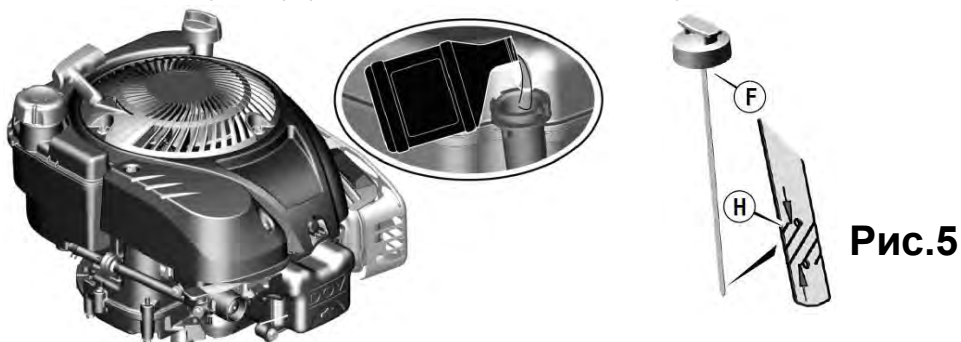

Рис.5
Перед тем, как использовать косилку, каждый раз проверяйте уровень масла и при необходимости необходимо долить моторное масло SAE30. Чтобы проверить уровень масла, просто открутить масляный щуп (F), протрите тряпкой, вставьте и затяните щуп. Выньте щуп и проверьте уровень масла. Он должен быть в верхней части индикатора заполнения (H) на масляном щупе рис.5. Если уровень низкий, медленно долейте масло медленно в отсек. Не переливайте. После добавления масла, подождите одну минуту, а затем снова проверьте уровень масла.
6. Залейте рекомендованное масло до верхней границы заливной горловины и проверьте уровень масла, который должен находиться в верхней части индикатора заполнения (Н) на указателе уровня (Рис.5)